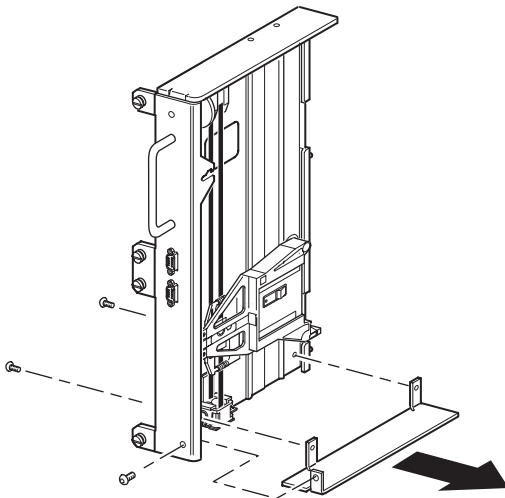

Abbildung 2–13: Abnehmen der Bodenplatte von der PTM-Basiseinheit
1. Nehmen Sie die Bodenplatte der PTM-Basiseinheit ab (siehe Abbildung 2–13).
2. Schieben Sie den Medientransportwagen zur Oberseite der PTM-Basiseinheit (siehe Abbildung 2–14). Die Oberseite der PTM-Basiseinheit ist die Seite, an der sich der Antriebsmotor befindet.